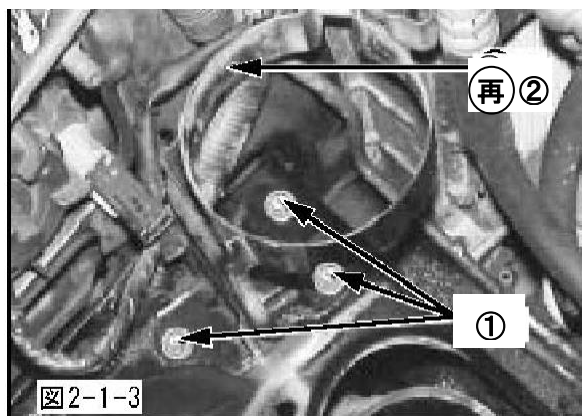

図2-1-3
(6) ①(3本)を取外し、②を取外してください。(図 2-1-3)